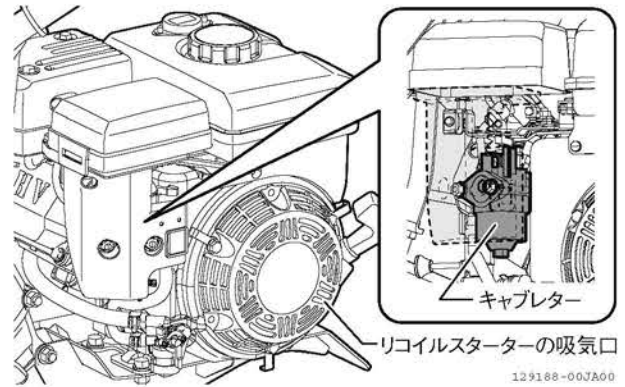

図 4-2 お手入れのしかた
- 水洗いをするときは、エアクリーナーの吸気口やキャブレターに水が入らないようにしてください。(図 4-2)
- リコイルスターター部の吸気口に付いたごみは、きれいに取り除いてください。(図 4-2)
- リコイルスターター部の吸気口は、エンジンの冷却風を吸い込むところです。きれいに掃除しないと、エンジンの過熱や出力低下の原因になります。(図 4-2)